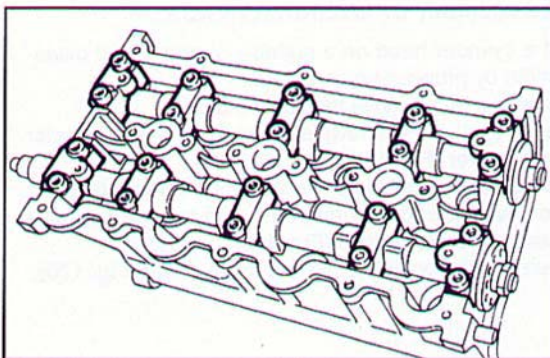

Fig. 173 ▲
- svitare le brugole fissaggio cappellotti alberi di distribuzione e rimuoverli (Fig. 173);
- unscrew and remove the Allen screws securing the camshaft caps (Fig. 173);